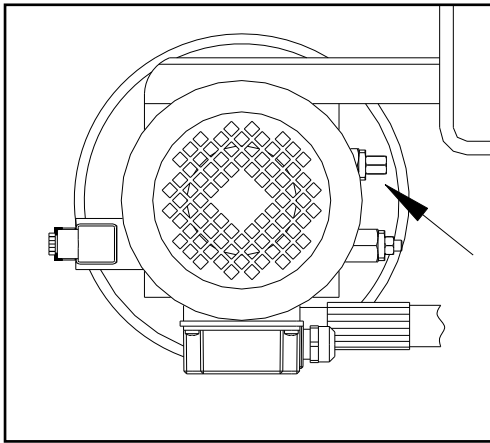

Abb. 11
- ◆ Das Maximaldruckventil (Abb. 11), befindet sich am Hydraulikölggregat und löst aus, wenn die Hebebühne überlastet ist.